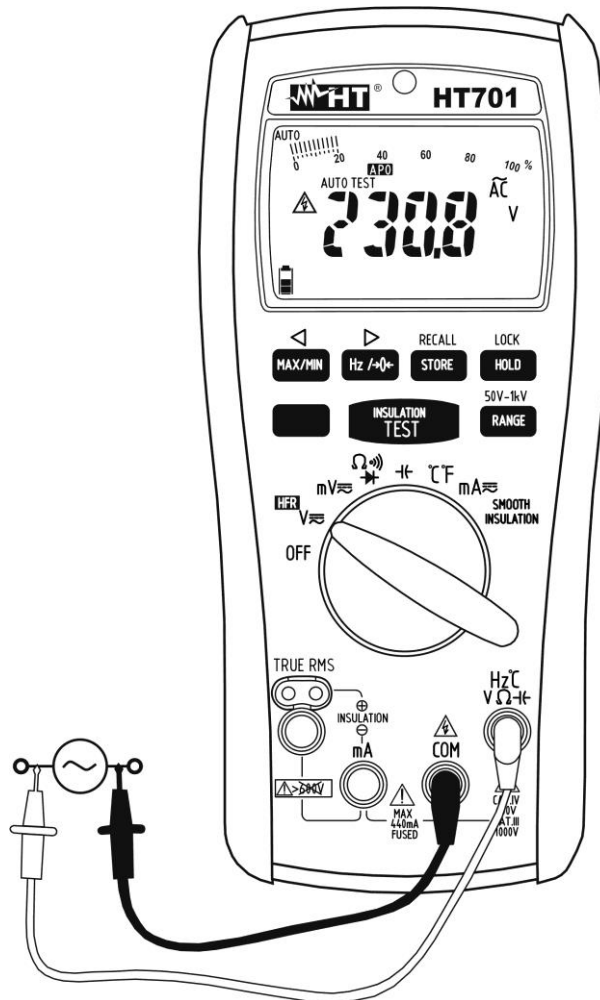

Fig. 3 : Utilisation de l'instrument pour mesure de tension AC
4. Insérer le câble rouge dans l'entrée du jack $Hz\sim CV\Omega Hz$ et le câble noir dans l'entrée du jack **COM** (voir la Fig. 3).